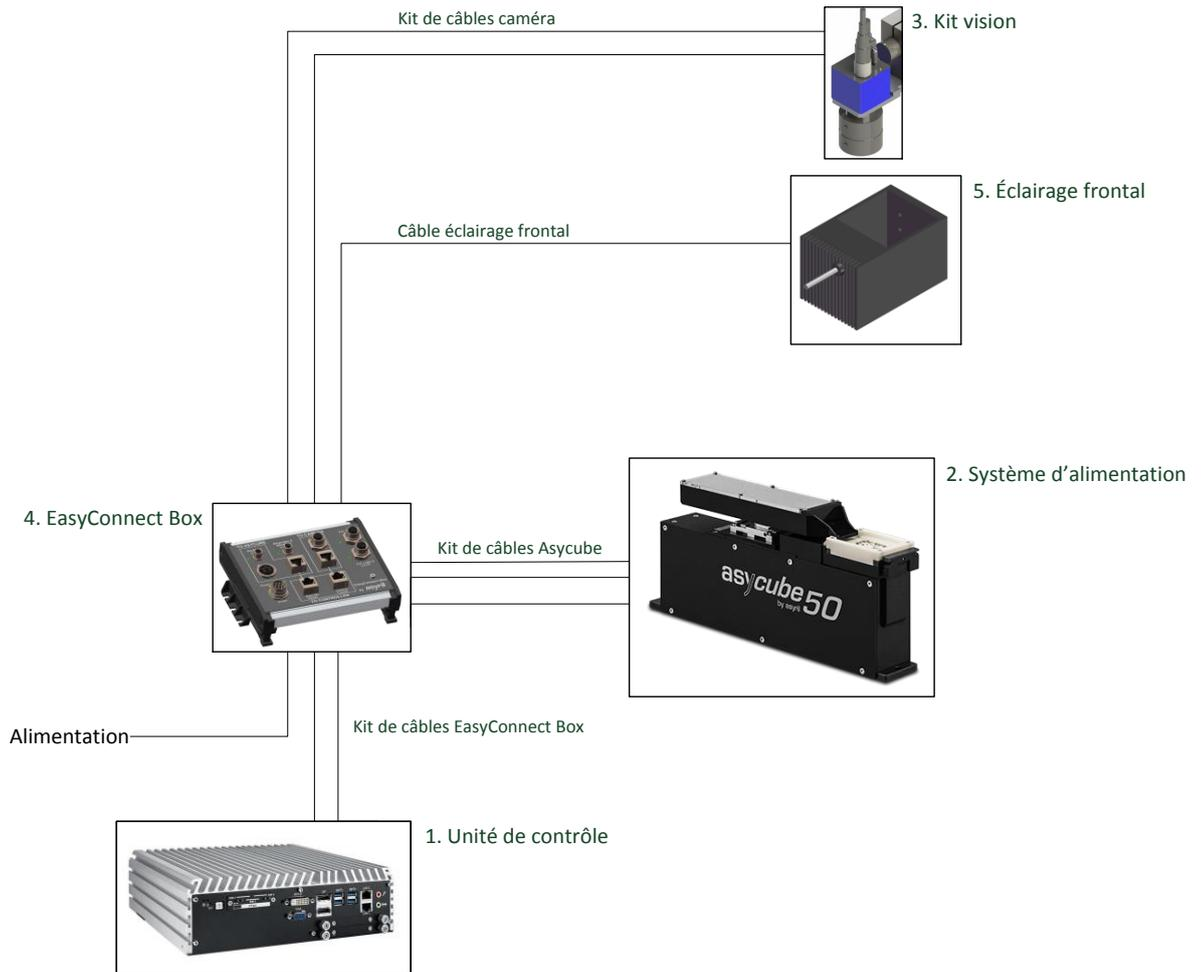

Figure 2-2 : contenu général du SmartSight
Le SmartSight comprend le puissant logiciel Asyri de détection visuelle des pièces et de gestion de l'alimentation installé sur un PC industriel (1) ainsi que la configuration optimisée d'un Asycube (2) et d'un Kit Vision (3), comprenant caméra et objectif, ainsi que tout le câblage nécessaire (voir Figure 2-2 pour une illustration générale du contenu de SmartSight).